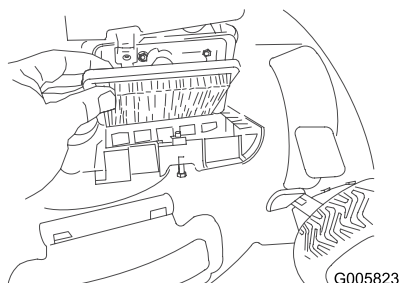

Figura 38
2. Sostituire il filtro dell'aria (Figura 38).